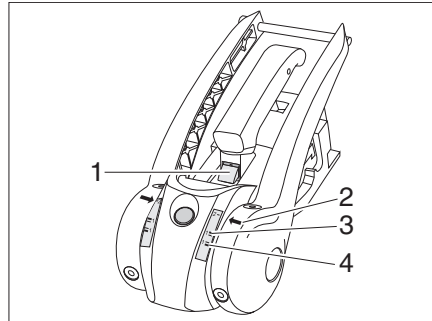

Fig. 170 Contrôle d'usure des garnitures de friction
- Lorsque le marquage vert est visible (Fig. 170,1), les garnitures de friction à l'avant et à l'arrière sont encore en ordre. Si le marquage vert n'est plus visible, les garnitures de friction doivent être remplacées.
- Si la flèche (Fig. 170,2) en dessous du marquage d'arrimage en douceur 1 est verte, (Fig. 170,4) les garnitures de friction à droite et à gauche sont en ordre. Si la flèche (Fig. 170,2) au-dessus du marquage d'arrimage en douceur 1 est rouge (Fig. 170,3), les garnitures de friction doivent être remplacées.
- Lorsque le marquage vert est visible (Fig. 170,1), la rotule d'attelage est en ordre. Si le marquage vert n'est plus visible, le diamètre de la rotule d'attelage est < 49 mm et la rotule d'attelage doit être remplacée.